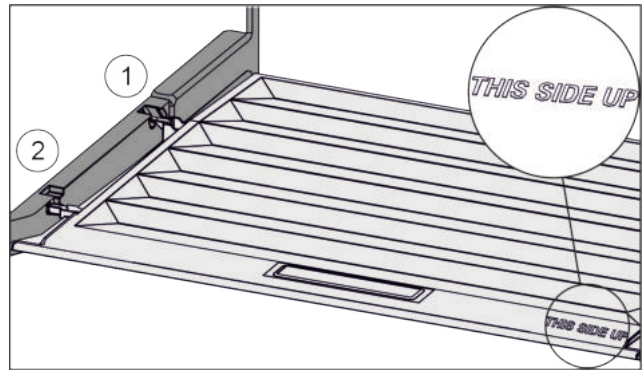

Fig. 41
- ▶ Пъхнете шийките на капака през отвора в задния държач Fig. 41 (1) и фиксирайте отпред в държача Fig. 41 (2).